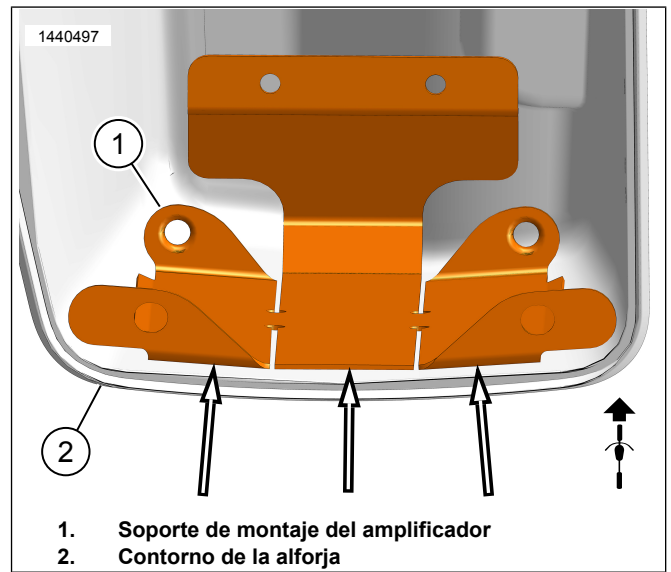

Figura 6. Contorno de la alforja
- b. Vea la Figura 6. Utilice las ranuras en la pieza de soporte del soporte (1) para doblar y ajustarse al contorno de la alforja (2) sin balancearse. Esto asegurará un mejor contacto y adherencia con la cinta. No quite la cinta en este momento.